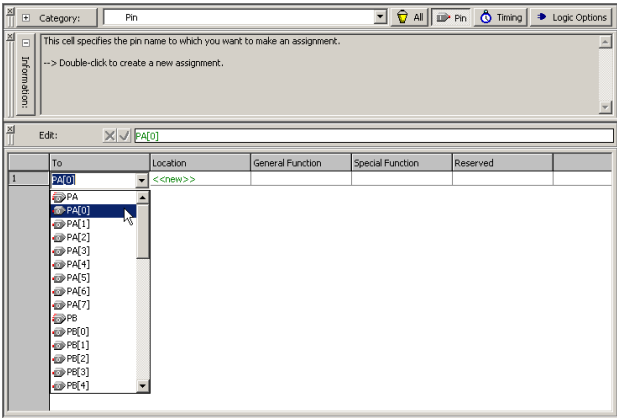

图 27-29 “Assignments Editor”窗口
(1) 在 Quartus II 软件中，选择“Assignments”→“Pins”命令，在软件右侧工作区出现“Assignments Editor”窗口，在其中可以进行引脚分配，如图 27-29 所示。